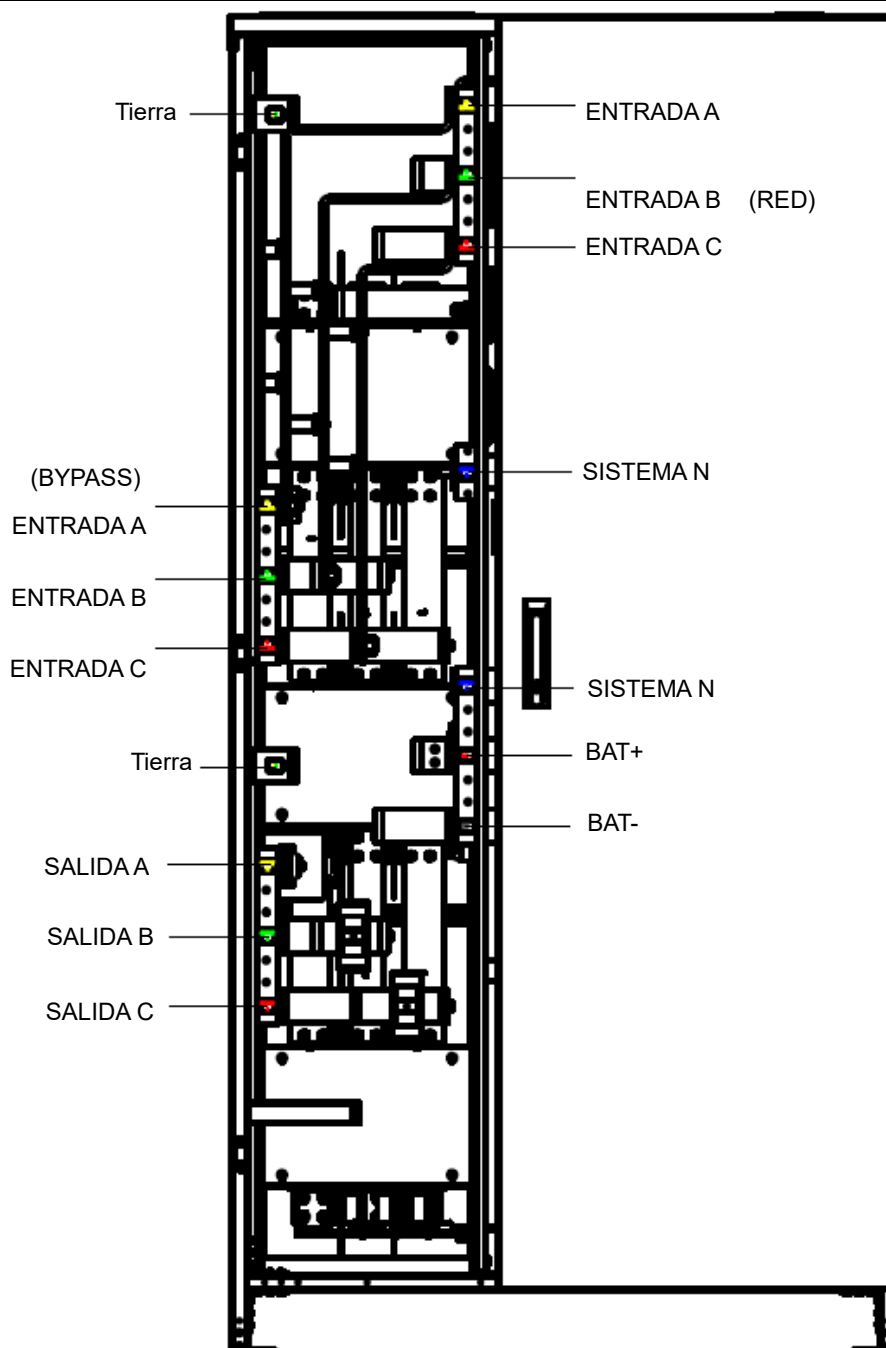

Figura 3-11 Terminales de conexión
Paso 2: Abra la puerta trasera del armario y retire la cubierta de plástico. El terminal de entrada y salida, el terminal de la batería y el terminal de tierra de protección se muestran en la Figura 3-11:
Paso 4: Conecte el cable de entrada de red al terminal de entrada (entrada de red); conecte el cable de salida al terminal de salida (salida) como en la Figura 3-11;